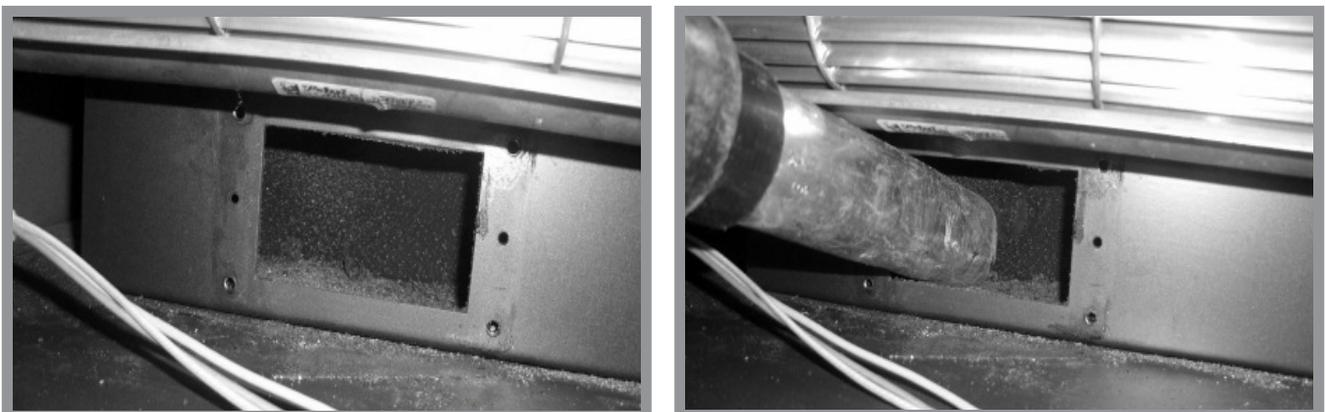

Abb. 13c: Aussaugen der Frontplatte
3. Überprüfen Sie, ob sich Asche hinter der Abdeckplatte befindet und saugen Sie diese sorgfältig aus (siehe Abb. 13c). Saugen Sie die Asche so auf, dass kein Aschewirbel im Aschekasten entsteht. Nur wenn in regelmäßigen Abständen (2-3 Monate) die Öffnung hinter der Abdeckplatte ausgesaugt wird, kann für einen einwandfreien Betrieb garantiert werden